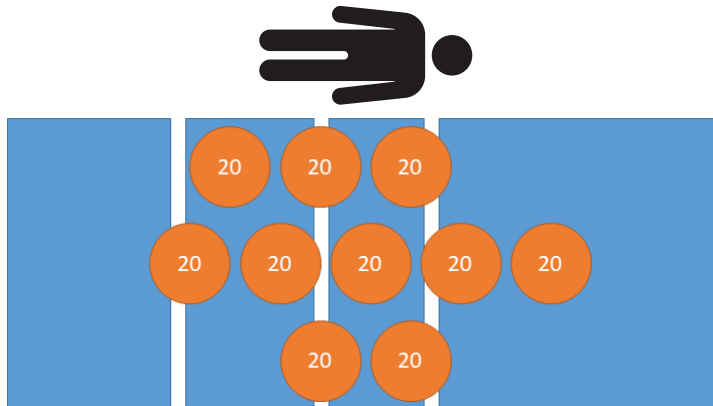

Figure 25 – Test de répétabilité - 200 kg
1. En utilisant des poids étalonnés, placer 200 kg sur le produit (Figure 25).